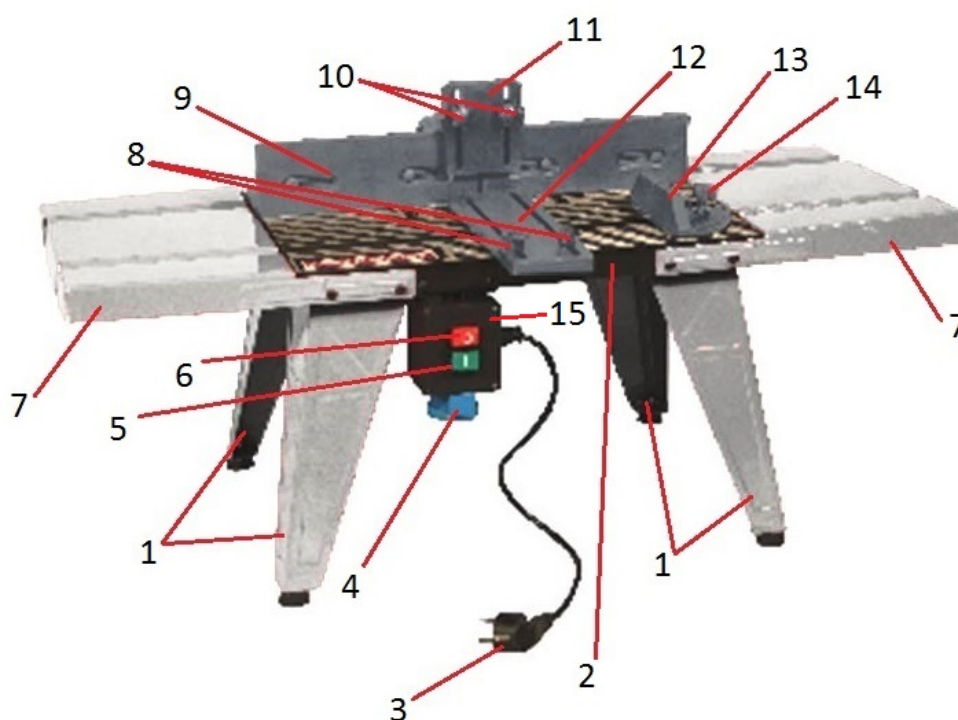
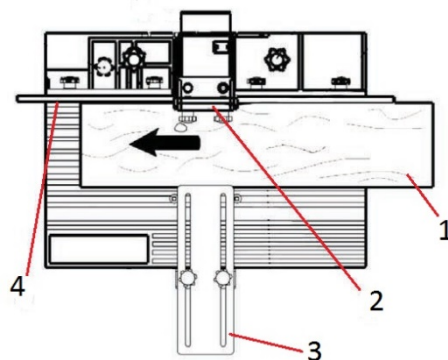

Рис. 1.1 Принципиальное устройство фрезерного стола
Рис. 2 Схема применения накладок ограждения и стола
- уложите основной стол (поз. 2 рис. 1.1) рабочей поверхностью на ровную поверхность и прикрепите ножки (поз. 1 рис. 1.1). Подтяните крепёжные соединения. Установите стол на ножки на ровную поверхность, отрегулируйте устойчивость стола и его плоскостность;
- установите и закрепите ограждение (поз. 9 рис. 1.1) на основном столе (поз. 2 рис. 1.1);
- установите на ограждение и закрепите накладку (поз. 11 рис. 1.1) на ограждение (поз. 9 рис. 1.1);
- установите и закрепите накладку (поз. 12 рис. 1.1) на основной стол (поз. 2 рис. 1.1);
- установите и прикрепите распределительное устройство (поз. 15 рис. 1.1) к основному столу (поз. 2 рис. 1.1).
Установка ручного фрезера на фрезерный стол – переверните фрезерный стол и уложите стол (поз. 2 рис. 1.1) рабочей поверхностью на два заранее подготовленных бруса, высота которых больше высоты ограждения (поз. 9 рис. 1.1). Заведите вал ручного шпинделя в отверстие основного стола и прикрепите ручной фрезер к столу (поз. 2 рис. 1.1).
Перед использованием фрезерного стола с установленным ручным фрезером установите его на ровную поверхность. При необходимости обработки длинных заготовок прикрепите дополнительные столы (поз. 7 рис. 1.1) и используйте дополнительные подставки (рольганги). Используйте накладки ограждения (поз. 11 рис. 1.1) и стола (поз. 12 рис. 1.1) для регулировки высоты и ширины обрабатываемой заготовки (рис. 2).